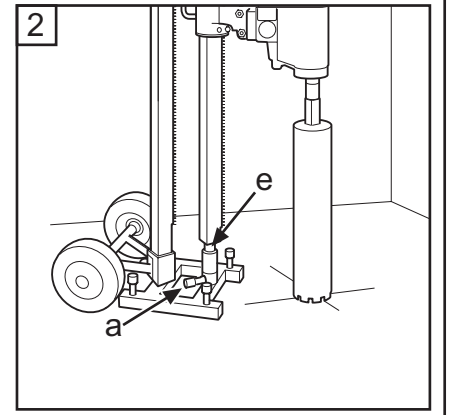

Fig.15
5. Kontrollera borkronans läge. Justera borrarplaren genom att lossa de båda låsskruvarna (b och c). Drag fast skruvarna ordentligt innan borrhoring. Lås stämpskruven i låshylsan med låsskruv (a) och mutter (e), drag åt med 24/ 30 mm nyckel (Fig. 15).
5. Kontrollér borekronens placering. Juster boresøjlen ved at løsne de to låseskruer (b og c). Spænd skruerne ordentligt inden boring. Lås stempelskruen i låsebøsningen med låseskruen (a) og møtrikken (e), og spænd med 24/30-mm-nøgle (Fig. 15).
5. Kontroller borkronens stilling. Juster borsøylen ved å løsne de to låseskruene (b og c). Trekk skruene godt til før boring. Lås søyleskruen i låsehylsen med låseskruen (a) og mutter (e), trekk til med 24/30 mm nøkkel (Fig. 15).